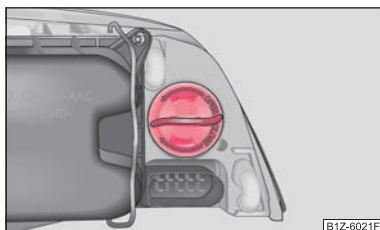

Fig. 151 Demontarea becului cu incandescență al luminii de semnalizare din față
- Rotiți soclul în sensul săgeții **OPEN (deschis)** și scoateți-l împreună cu becul luminii de semnalizare ⇒ fig. 151.